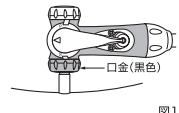

図10
- (2) 口金(黒色)をタイヤ・チューブのバルブにしっかりと差込みます。(図10)
- (4) 口金とバルブがしっかりと接続されていることを確認し、空気を入れます。
- (5) 空気を入れ終わったら、レバーを中央の位置に戻します。(図10)